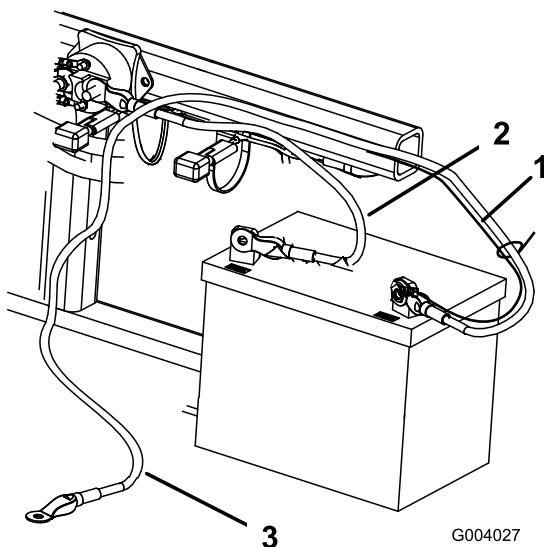

Figure 5
2. Fixez le câble positif (rouge) à la borne positive (+) avec un boulon de 1/4- x 5/8" et un contre-écrou (Figure 5).
3. Fixez le petit câble noir et le câble négatif (noir) à la borne négative (-) de la batterie avec une boulon (1/4 x 5/8") et un contre-écrou (1/4 pouce) (Figure 5).